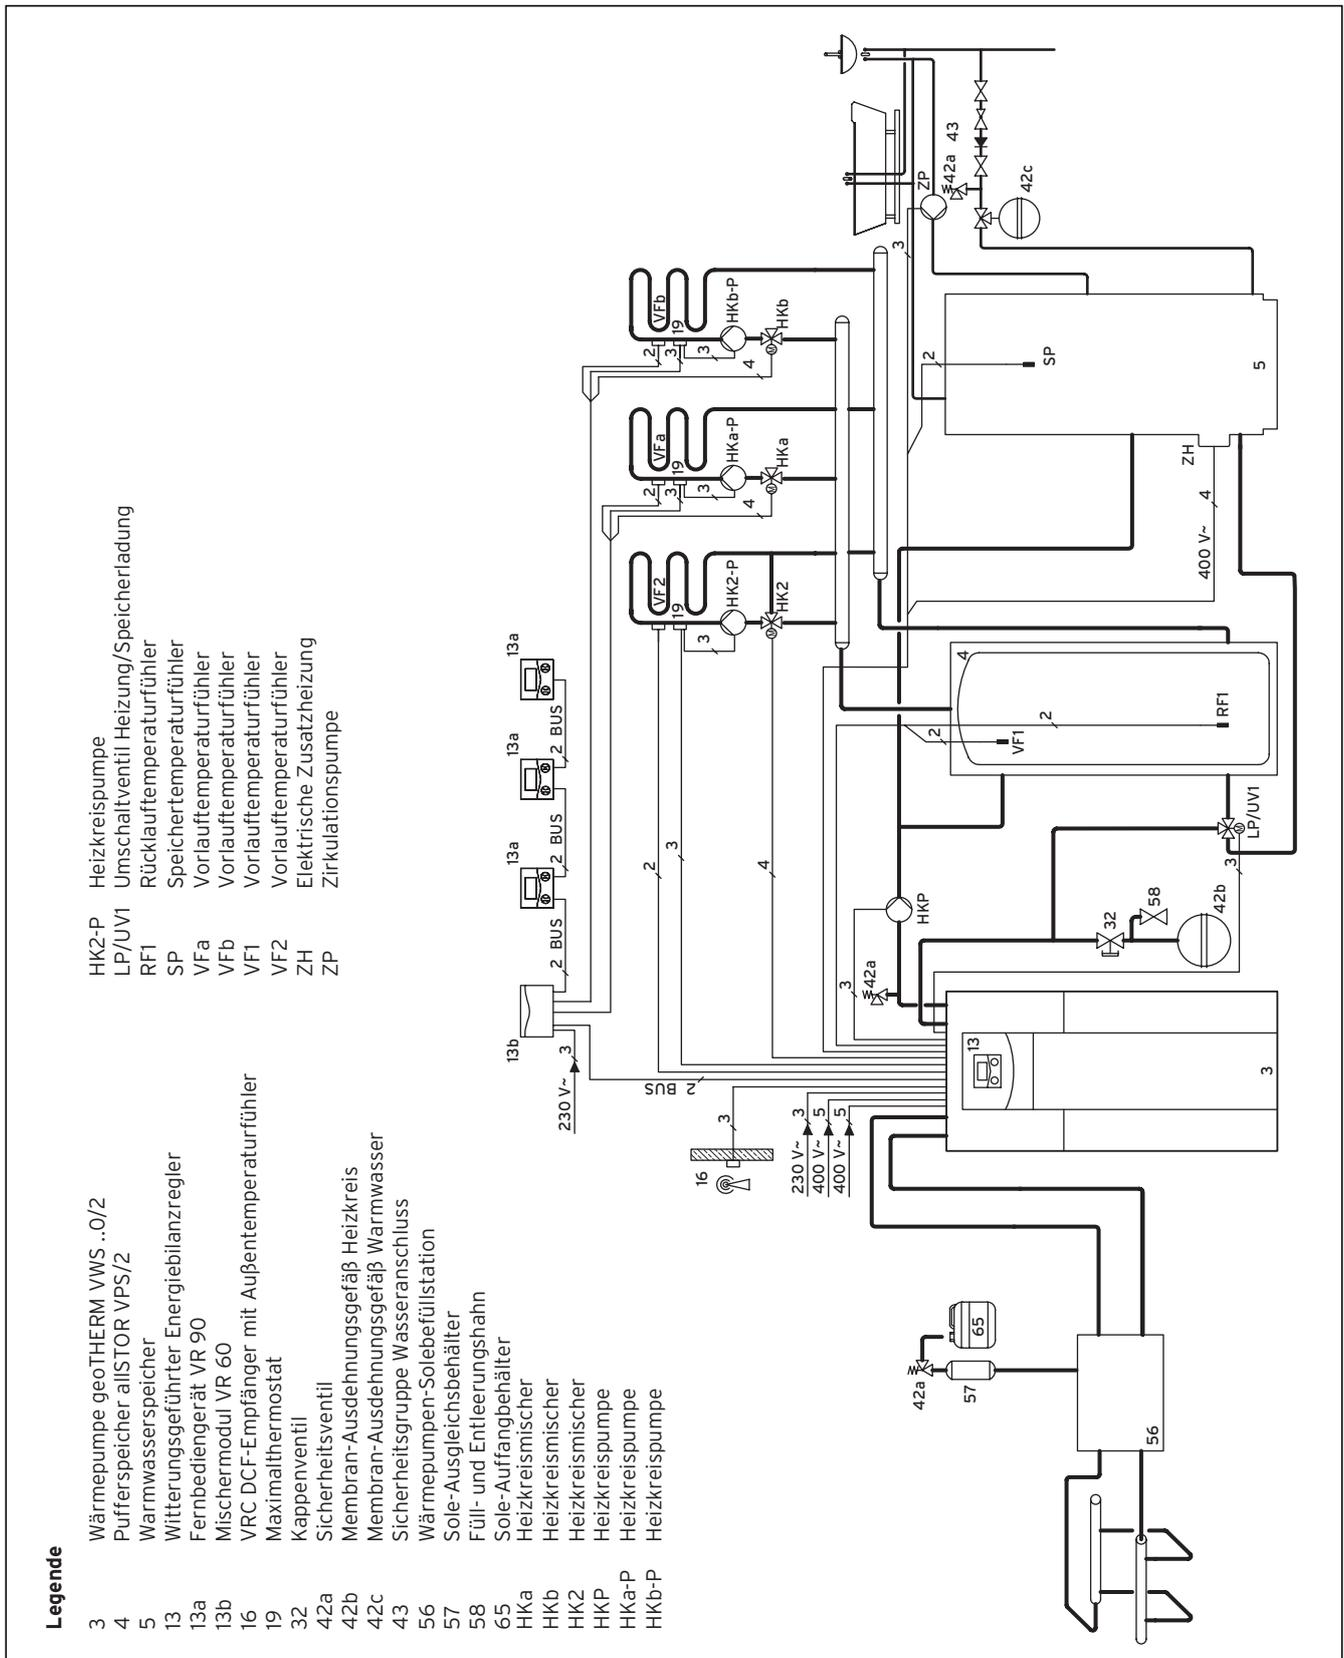
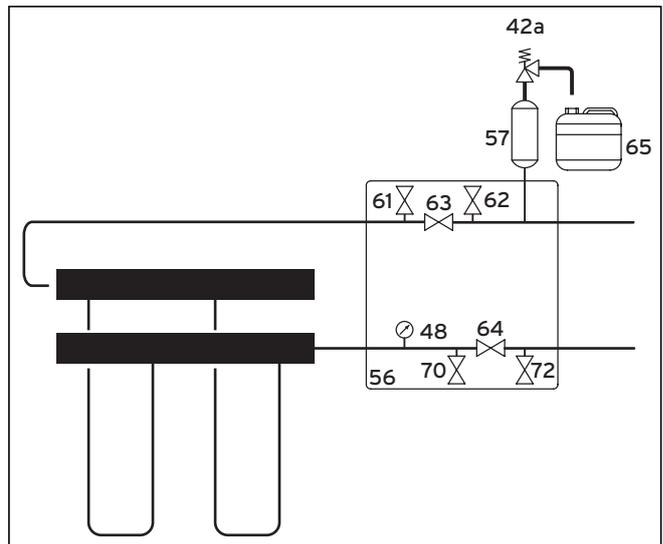

Abb. 5.5 Hydraulikschema-Beispiel: Mischerkreis mit Pufferspeicher und Warmwasserspeicher
Abb. 5.9 Armaturen im Solekreis
- Wenn Sie das optionale Zubehör Wärmepumpen-Solebefüllstation für Wärmepumpen (**56**) (→ **Abb. 5.5**) nicht verwenden, installieren Sie die einzelnen Hydraulikkomponenten entsprechend (→ **Abb. 5.9**).
- Wenn Sie das optionale Zubehör Wärmepumpen-Solebefüllstation für Wärmepumpen (**56**) (→ **Abb. 5.6**) nicht verwenden, installieren Sie die einzelnen Hydraulikkomponenten entsprechend (→ **Abb. 5.9**). Dimensionieren und installieren Sie einen externen Kühlungswärmetauscher.
- Installieren Sie den Sole-Auffangbehälter (65) (→ Abb. 5.9) drucklos am Sicherheitsventil (42a).